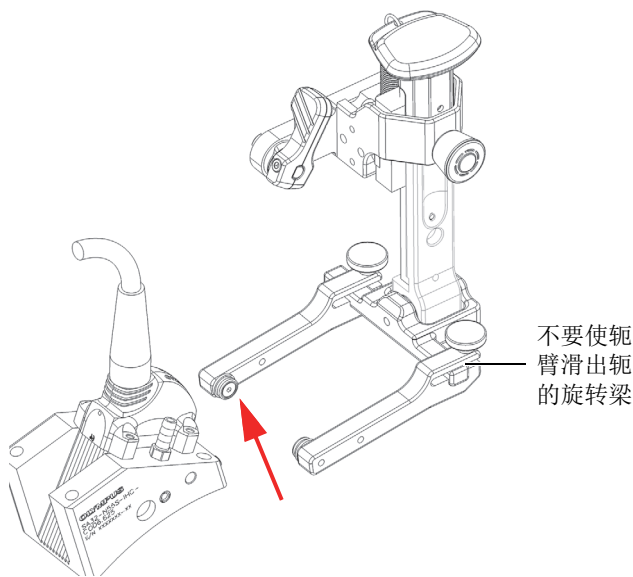

图 2-14 使楔块枢轴孔与轭臂上的按钮对齐
3. 要重新安装探头/楔块组装件，需将楔块的枢轴孔与枢臂上的按钮对齐（参见第48页的图 2-14）。